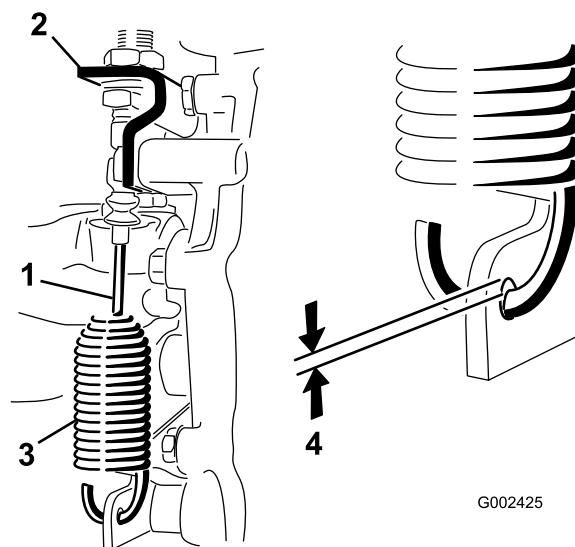

Figure 56
2. Desserrez les écrous de blocage qui fixent le câble de blocage du différentiel au support de la boîte-pont (Figure 56).